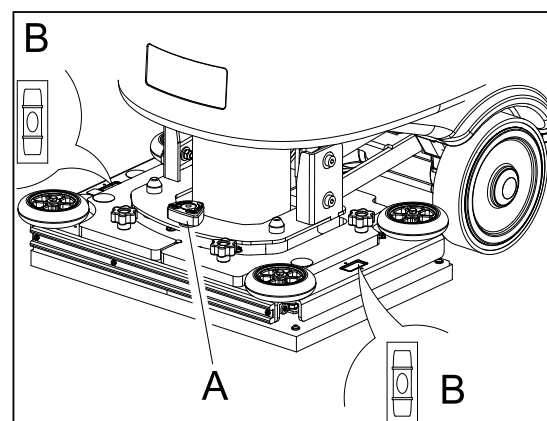

Figure 9.1
2. Ajustez le niveau de la plateforme orbitale en ajustant la poignée (A, Figure 9.1) Placez la bulle au milieu (B, Figure 9.1).